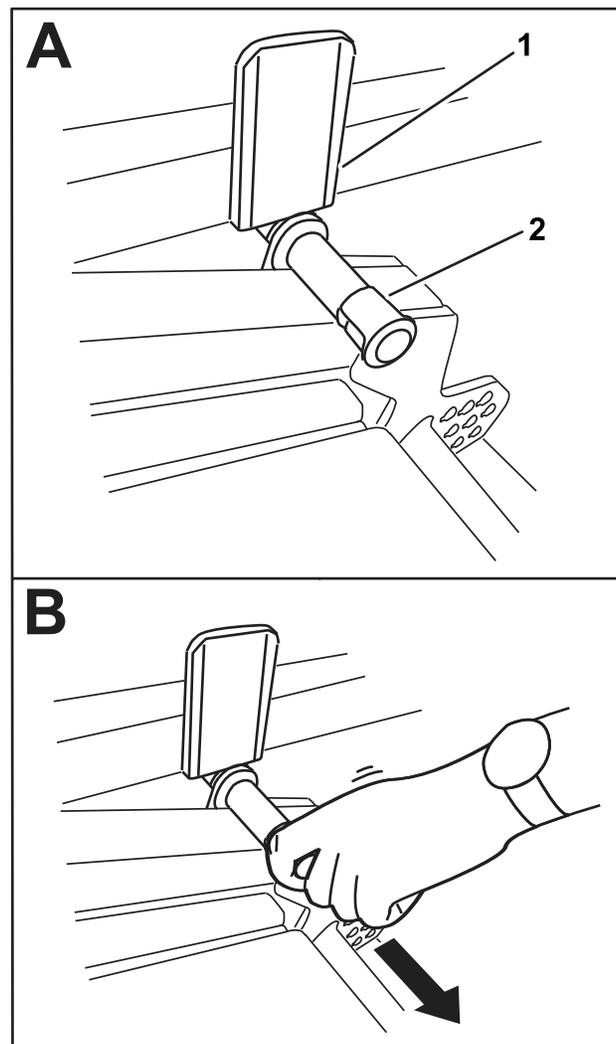

図 42
2. ピンが昇降アームプレートに当たるまでカッティングユニットをゆっくりと降ろす図 42。